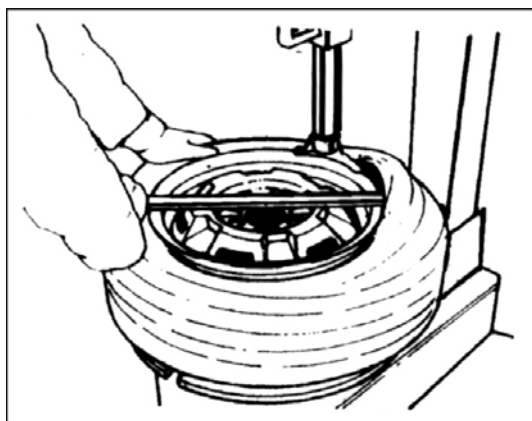

Fig 21
4.1.4 Brug dækjernet til aftagningen, indtil vulsten når bulen på afmonteringsværktøjet (fig. 21). Træd på pedalen til drejepladen (fig. 2-13) for at dreje drejepladen med uret, indtil hjulets fælg falder af. Hvis